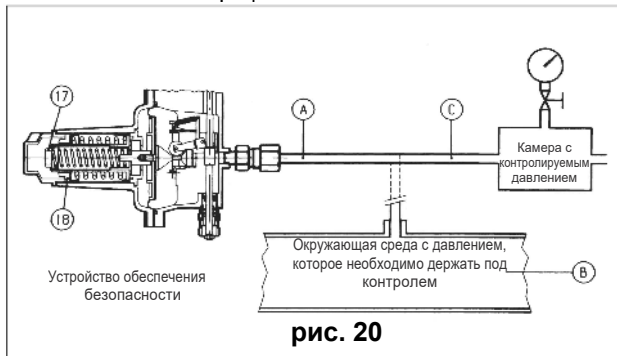

рис. 20
- В) Для устройств, не имеющих трехходового клапана (рис. 20) рекомендуется отдельно подсоединить управляющую головку к вспомогательному контролируемому давлению и повторить описанные выше операции.